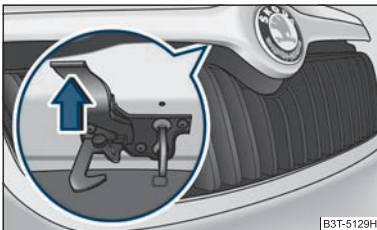

Abb. 181 Kühlergrill: Sicherungshebel
- Ziehen Sie den Sicherungshebel ⇒ Abb. 181, die Motorraumklappe wird entriegelt.